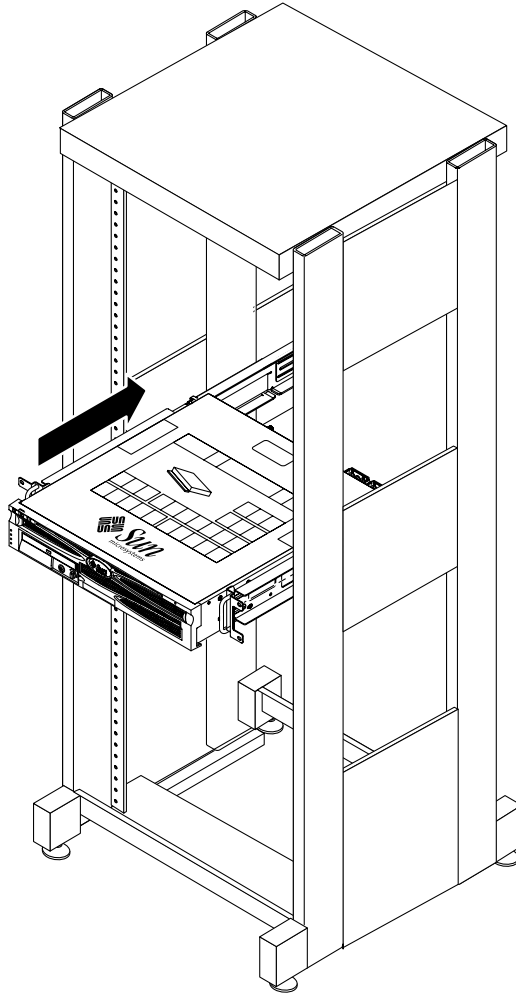

FIGURA 3-20 Deslizamiento del servidor por los raíles ajustables
11. Encaje el servidor en el bastidor y deslícelo por los raíles ajustables (FIGURA 3-20).